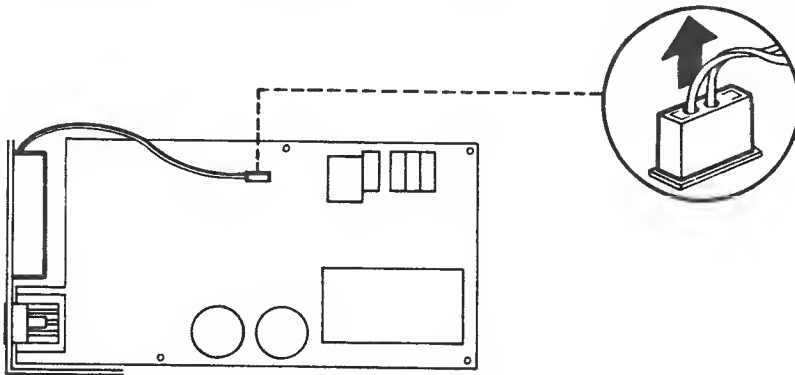

Bild 2-24 Lüfteranschluß entfernen
Stecker (X7) des Lüfteranschlusses entfernen (Bild 2-24)
- * Stecker des Lüfteranschlusses lösen (siehe Bild 2-24)